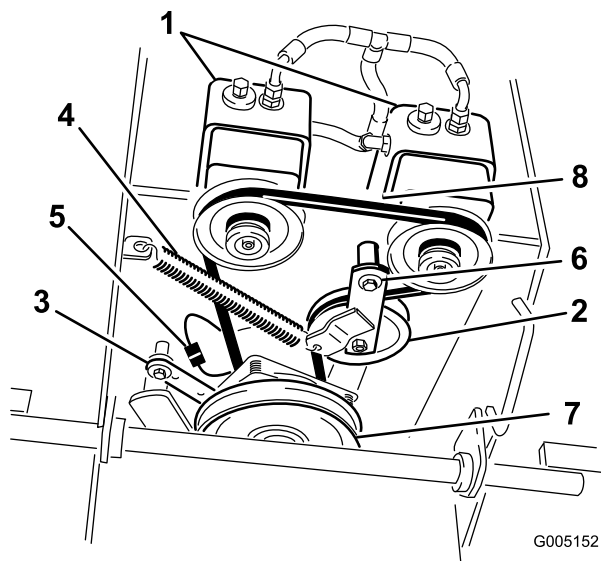

Figura 40
6. Scollegare il fermo frizione dalla scocca del motore (Figura 40).
7. Sganciate la molla di tensione dal telaio (Figura 40).
9. Montate la molla di tensione tra il braccio di rinvio e la staffa del telaio (Figura 40).
10. Montate il fermo frizione sulla scocca del motore (Figura 40).